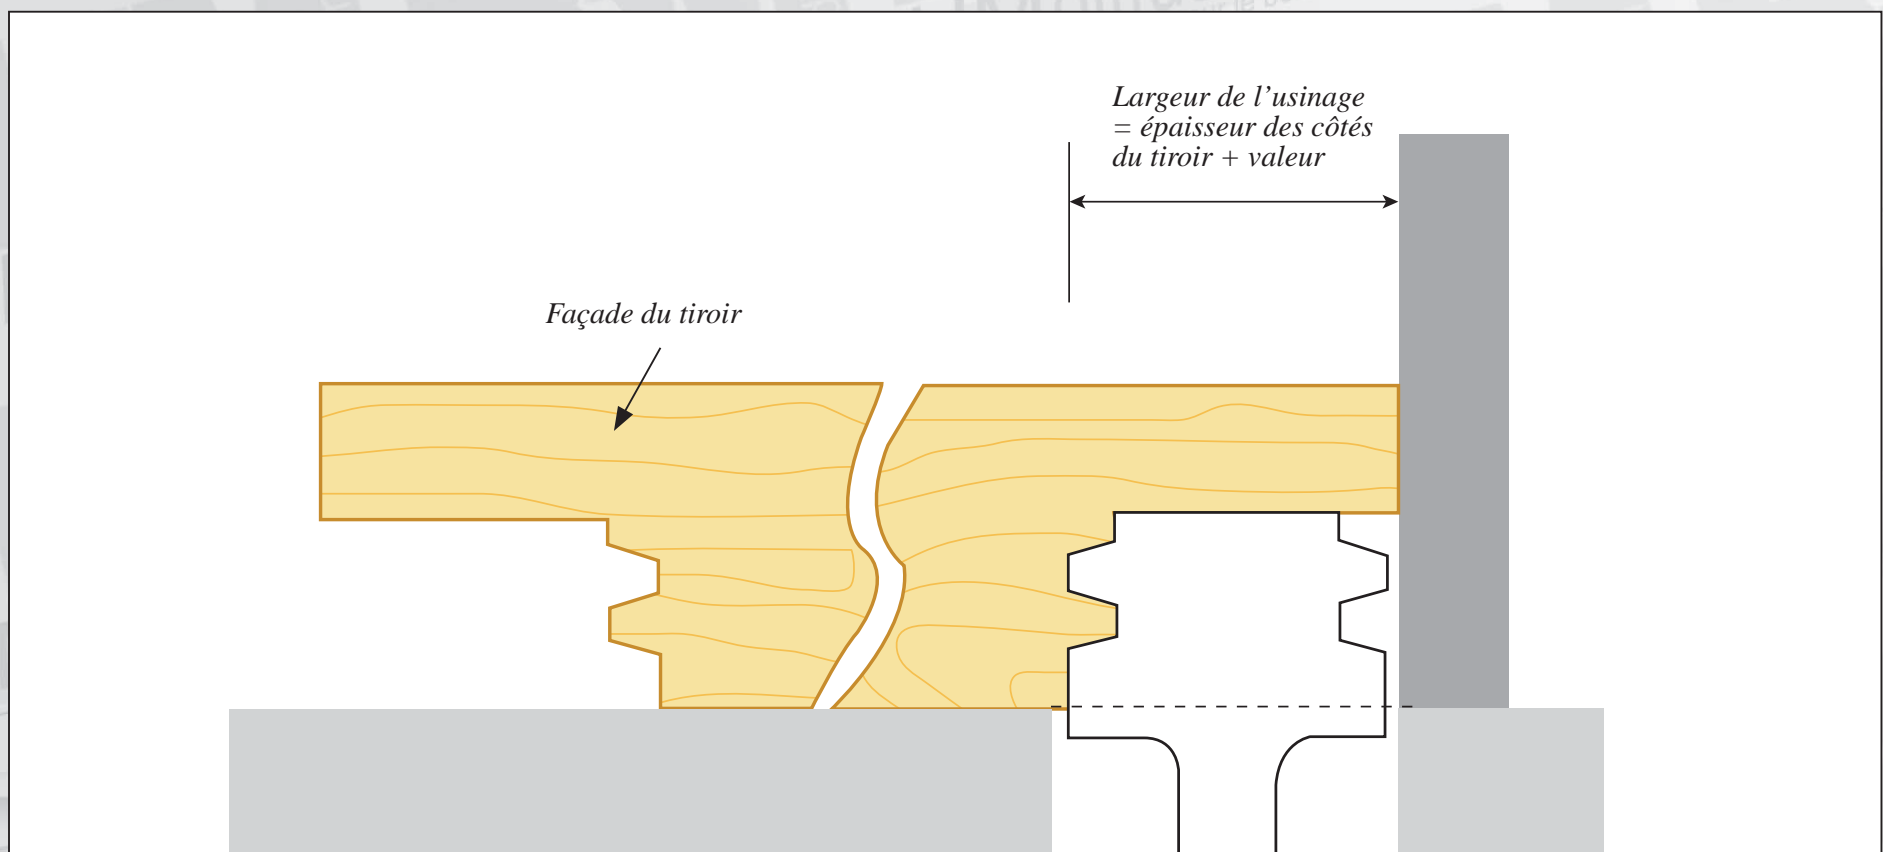

Fig. 6 : réglage de la fraise pour une façade à recouvrement
- **Façade à recouvrement :** laissez au-dessus de la fraise l'épaisseur de bois qui viendra en recouvrement (figure 6).
- **Façade à recouvrement :** la largeur de l'usinage correspondra à l'épaisseur de vos côtés de tiroir + la valeur du recouvrement souhaité (figure 6).